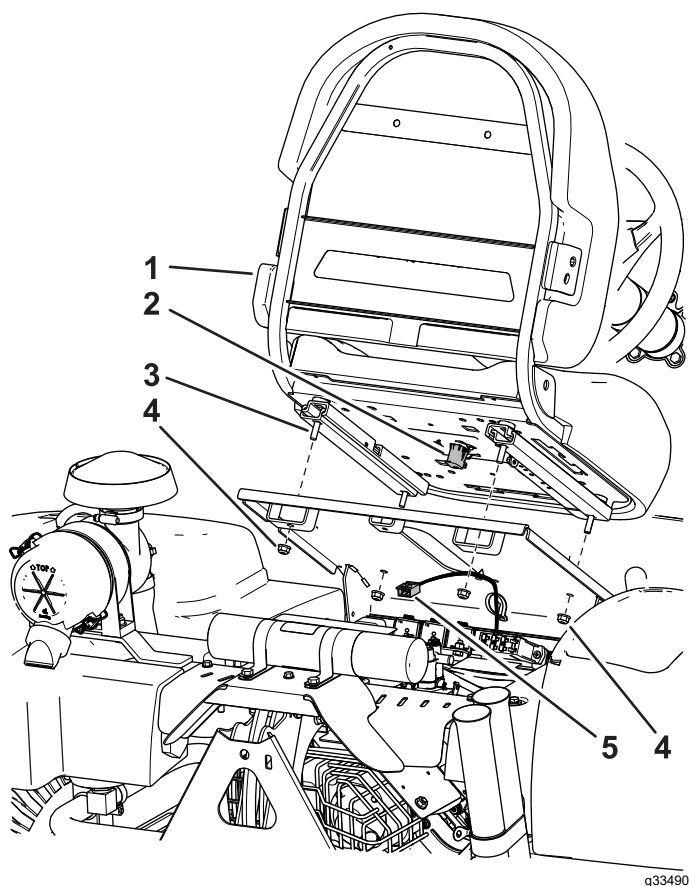

Figura 4
3. Sujete el asiento a la base del asiento con las 4 tuercas que retiró anteriormente; consulte la Figura 4.
4. Localice el arnés de cables de la máquina y conéctelo al interruptor del asiento (Figura 4).